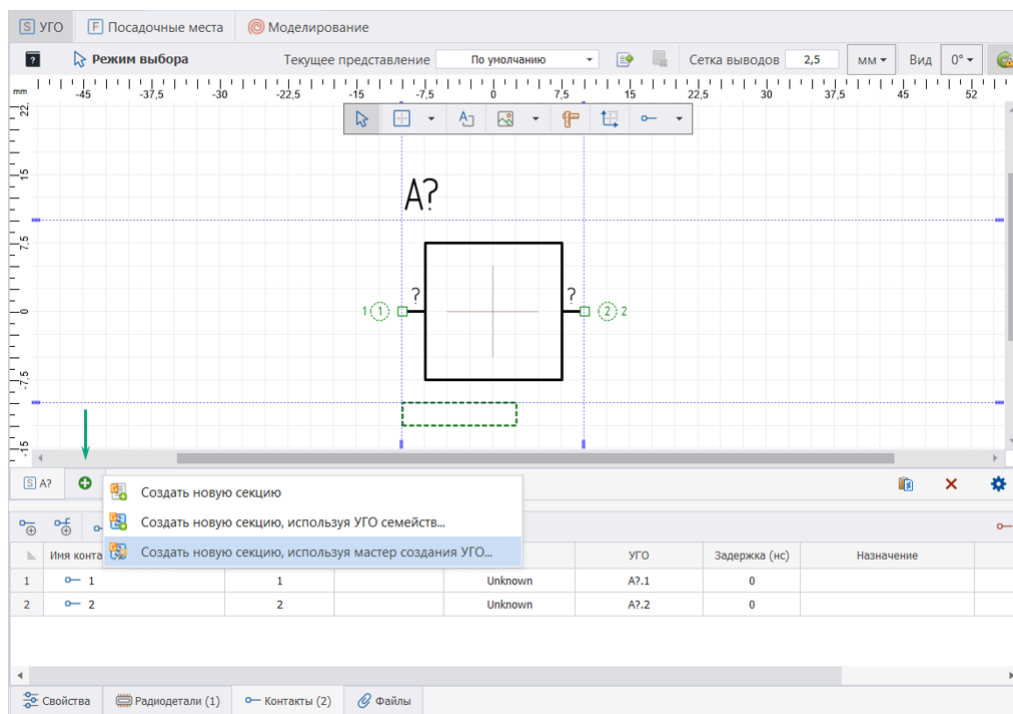

Рис. 191 Запуск мастера создания УГО
1. Нажать иконку  создания новой секции и в открывшемся меню выбрать пункт «Создать новую секцию, используя мастер создания УГО...», см. Рис. 191.